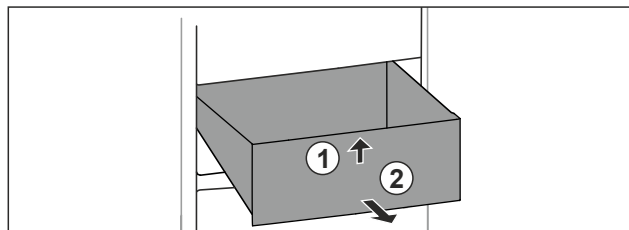

Fig. 56
- ▶ Nadzvedněte zásuvku vpředu. Fig. 56 (1)
- ▶ Vyjměte zásuvku dopředu. Fig. 56 (2)